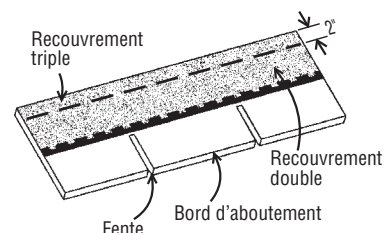

Figure Gl-8
**REMARQUE :** Chez CertainTeed, le recouvrement désigne toute la partie supérieure du bardeau recouverte par le rang suivant après l'installation – soit environ 7 po (178 mm) pour les bardeaux en bande de 12 po x 36 po (305 mm x 914 mm) (*figure Gl-8*).